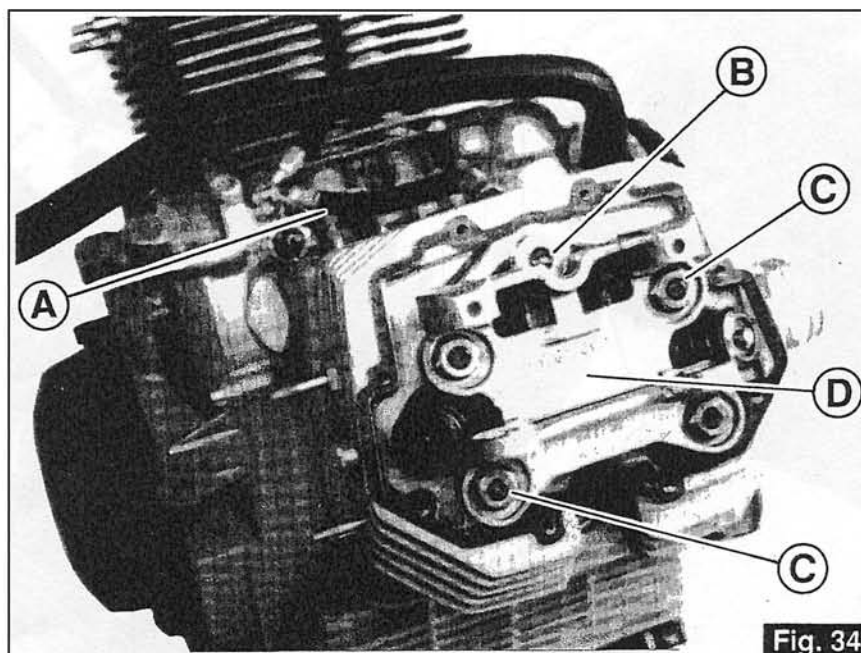

Fig. 34
– Débranchez le tube «A» de refoulement huile aux culasses; dévissez le bouchon fileté «B» et dévissez l'écrou à colonnette sous-jacent et les 5 écrous «C»; ôtez le support des culbuteurs «D» (Fig. 34).
– Die Leitung «A» der Ölzufuhr zu den Zylinderköpfen abnehmen, den Gewindeverschluß «B» aufschrauben, ebenso den darunterliegenden Schraubenbolzen und die 5 Muttern «C» aufschrauben; die Kipphebelhalterung «D» (Abb. 34) abnehmen.